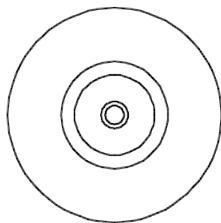

图 14-24 绘制“俯视”圆
2) 选择“绘图”面板→“圆”命令，分别输入圆的半径 80,40,30,10 和 7，如图 14-24 所示。